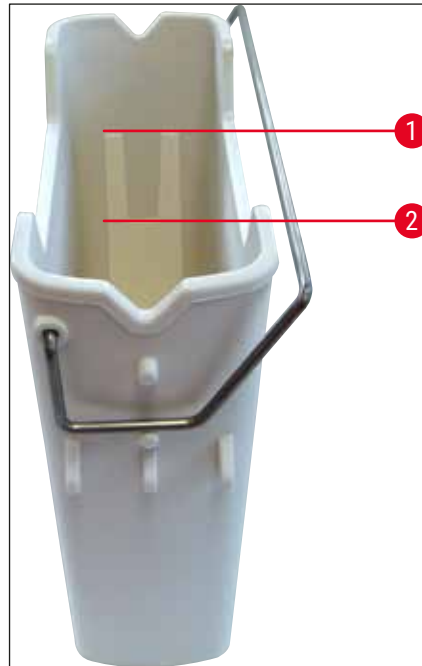

Fig. 67
4. Vérifiez que le niveau de remplissage est suffisant (→ Fig. 67) et qu'il n'y a pas d'impuretés dans le réactif. En cas de contamination, il faut remplacer le xylène (→ P. 40 – 4.6.3 Préparez la cuvette de réactifs, remplissez-la et introduisez-la dans le tiroir de chargement) et nettoyer la cuvette de réactifs avant de la remplir à nouveau.